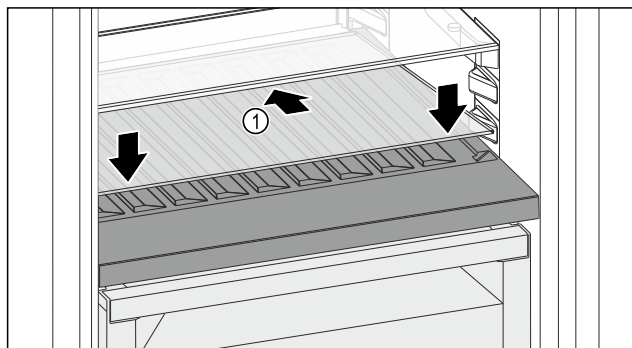

Fig. 151
- Postavite staklenu ploču Fig. 151 (1) ukoso, nagnutu straga prema dolje.
- Staklenu ploču Fig. 151 (1) podignite sprijeda.